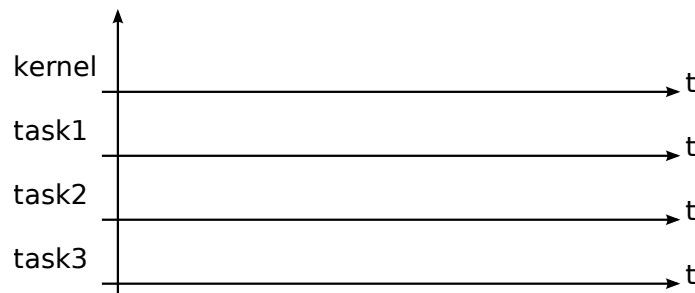

FIGURE 3 – Chronogramme à compléter.
- 🔗 En analysant les trames reçues sur l'ordinateur, complétez le chronogramme de la figure 3. Précisez à chaque fois les appels aux fonctions `osThreadYield()` et `osDelay()` ainsi que l'état pris par chaque tâche (*R=Ready* et *B=Blocked*).